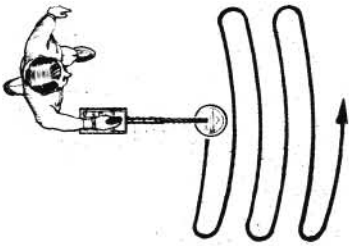

Figura 1 - La bobina di ricerca spazza il terreno con movimento oscillatorio: questo è il modo corretto di manovrare il rivelatore.
- 2) Spazzare lentamente e con leggerezza il terreno (figura 1). Nell'istante in cui il centro del bersaglio viene oltrepassato, il segnale di ricerca si accentua. Cercare di tenere la bobina di ricerca parallela al terreno, evitando di alzarla ad ogni oscillazione (questo per impedire la perdita di controllo di alcune monete nascoste troppo in profondità).